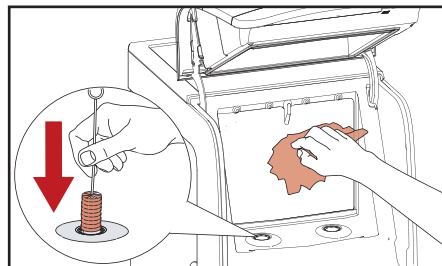

Fig. 5.9 - Reinig de koeling
4. Reinig de doseertuit opening met een spiraalborstel en de binnenkant van de koeling met een schone vochtige doek (fig. 5.9). Droog met een schone papieren doek.